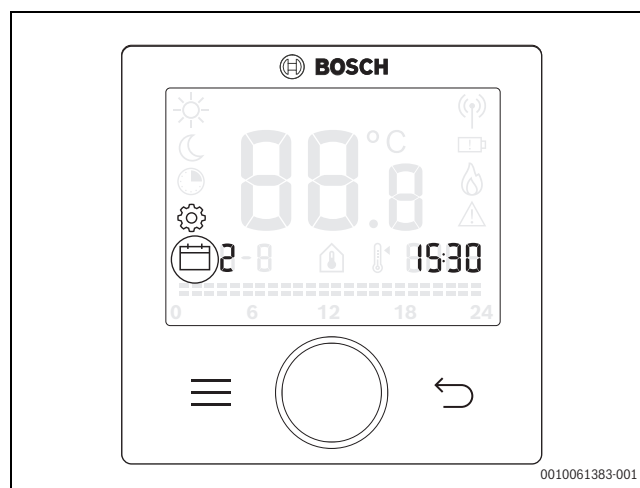

Fig. 12
- ▶ Maintenir la touche menu appuyée jusqu'à ce que l'écran corresponde à la → Fig 12.